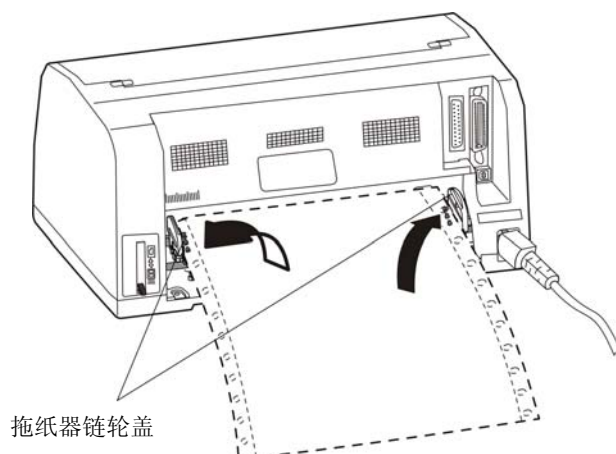

图 3-11 将连续纸安装在拖纸器上
6. 打开拖纸器左右链轮的链轮盖，将连续纸装入拖纸器齿形带上（如图 3-11 所示）。